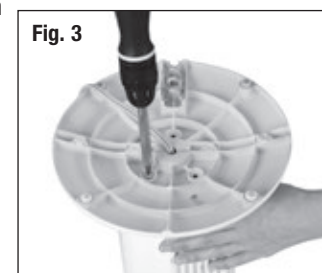

Fig. 3
- À l'aide des 3 vis (M5 x 12) et d'un tournevis à pointe cruciforme (⊕), fixer solidement la base à la partie inférieure du boîtier du ventilateur en alignant les 3 trous de vis de la base et les 3 trous de vis sous le boîtier du ventilateur (Fig. 3).